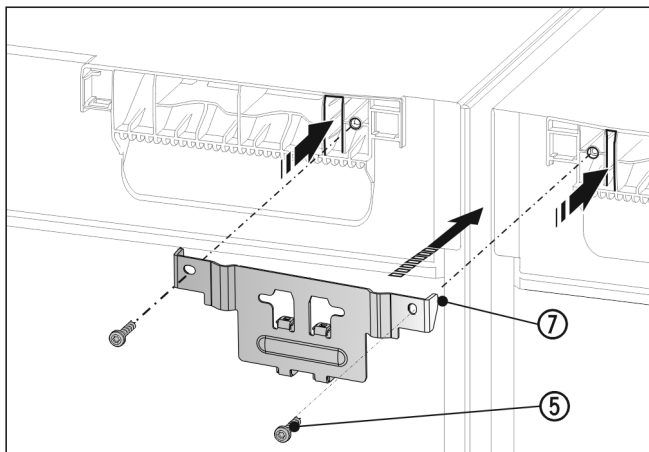

Fig. 19
- Spingere la squadretta Fig. 19 (7) con il distanziale fra le apparecchiature e con le linguette nella copertura dell'apparecchiatura. Serrare con 2 viti Fig. 19 (5).